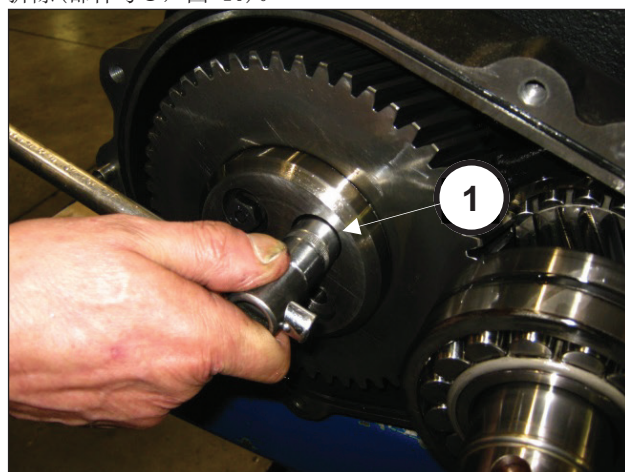
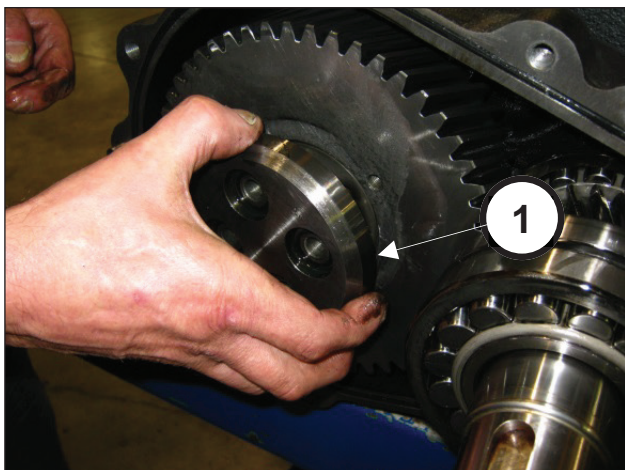

图 9
图 10
操作完成后，拆除减速机盖。拧松固定冠齿轮止动件的螺丝（部件号①，图 9，）并将之拆除（部件号①，图 10）。